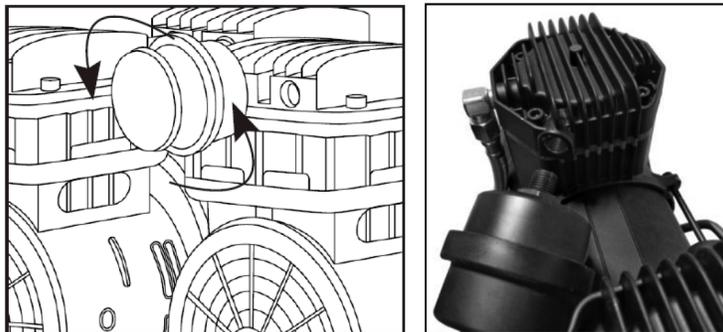

Рис. 7
4. Установите на каждый поршневой блок воздушный фильтр (Рис. 7).